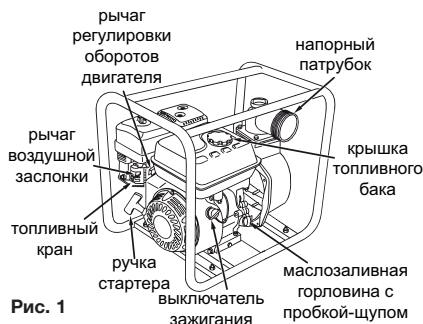
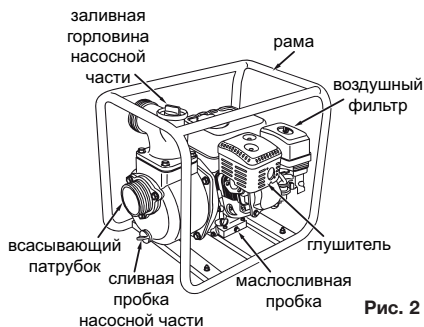

Рис. 1
Рис. 2
7.1. Насосы WP20, WP30 и WB30 (см. рис. 1 и рис. 2) состоят из следующих основных частей: рама, однопоршневой 4-х тактный бензиновый двигатель внутреннего сгорания с воздушным охлаждением, насосная часть. Рабочее колесо насосной части закреплено непосредственно на валу двигателя, что обеспечивает компактность и исключает потери мощности.